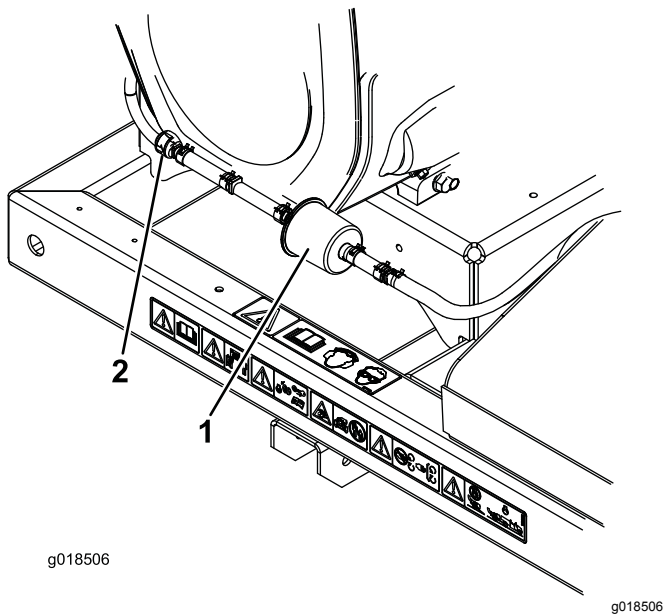

图18
2. 将碳罐净化过滤器两侧的弹簧型软管夹移离过滤器 图18。
3. 拆下并丢弃碳过滤器图18。
4. 将新过滤器装入软管使过滤器上的箭头指向单向阀并使用软管夹固定图18。